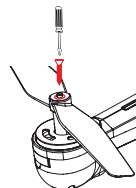

Figure 2: Vis de fixation
4. A l'aide du tournevis incluí dans le pack veuillez dévisser la vis de fixation située sous le capot (Figure 2).